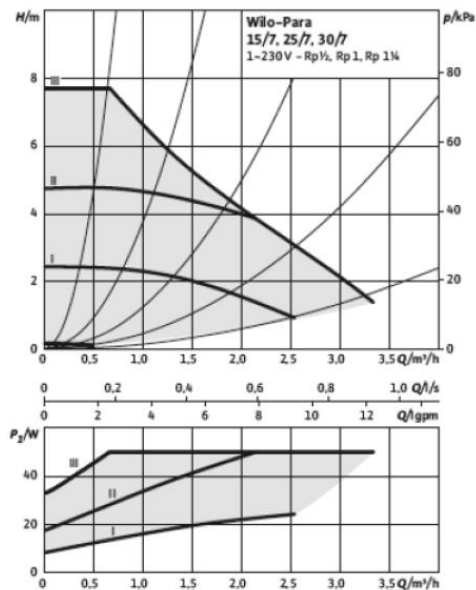

Figura 40 – Desempenho da bomba – Velocidades constantes I, II e III
- Seleção da curva característica (I, II e III - Figura 40) dentro do modo de controle.